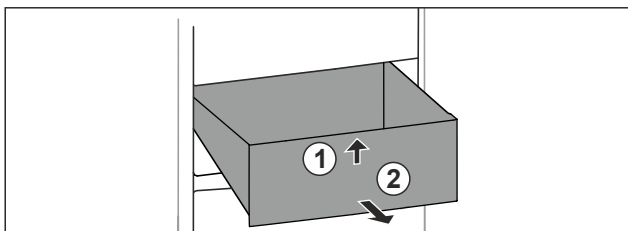

Fig. 93
- ▶ Приподнимите выдвижной ящик спереди. Fig. 93 (1)
- ▶ Извлеките выдвижной ящик движением вперед. Fig. 93 (2)